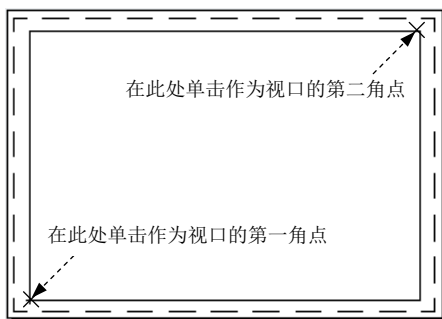

图 16.2.4 确定视口的大小和位置
Step7. 单击 按钮,在系统弹出的“创建布局-定义视口”对话框中指定新创建布局的默认视口的设置和比例等;在 **视口设置** 选项组中选中 单个(S) 单选项,在 **视口比例(V):** 下拉列表中选择 **按图纸空间缩放** 选项。
Step8. 单击 按钮,在系统弹出的“创建布局-拾取位置”对话框中,单击 按钮,系统切换到图纸空间窗口,滚动鼠标中键,将图框放大,在图框内选取两点作为视口的两个角点,如图 16.2.4 所示。